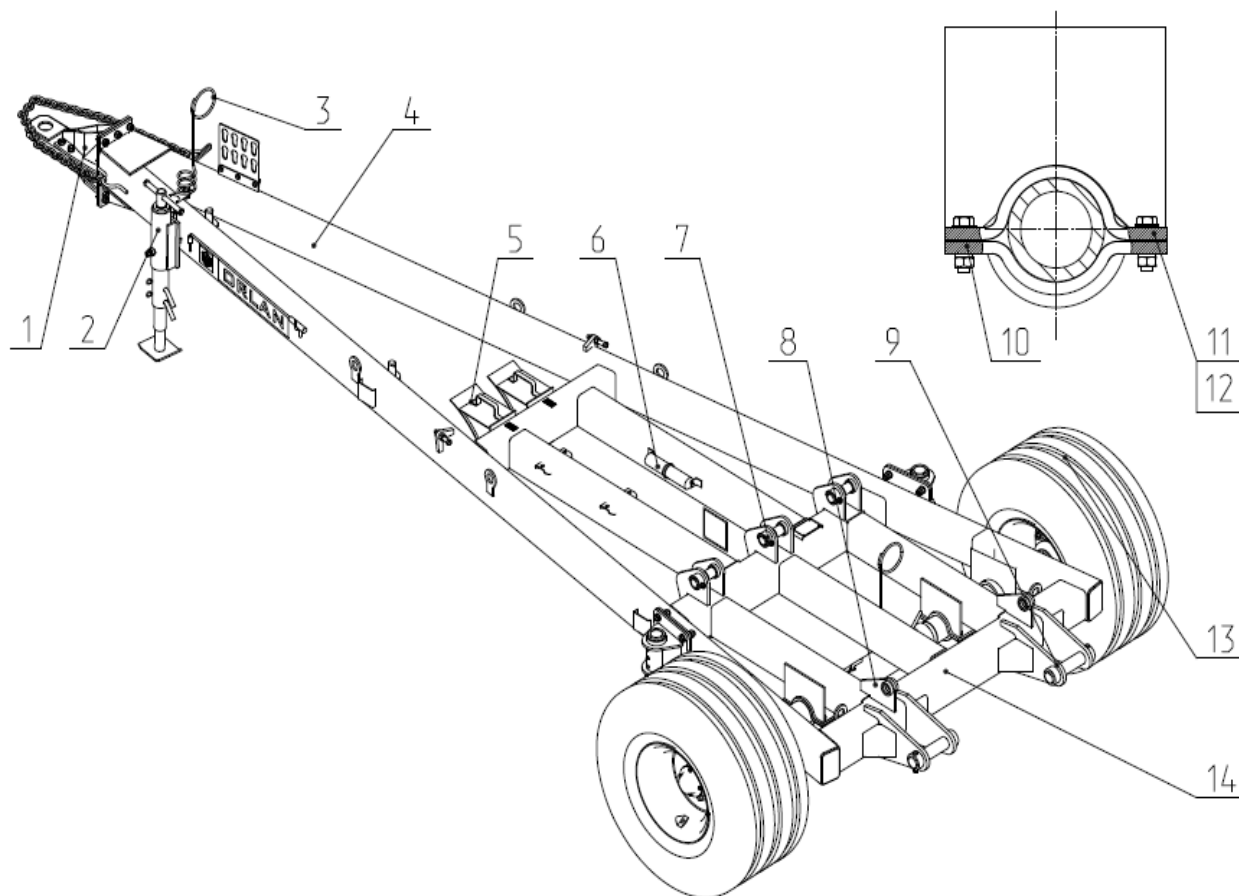
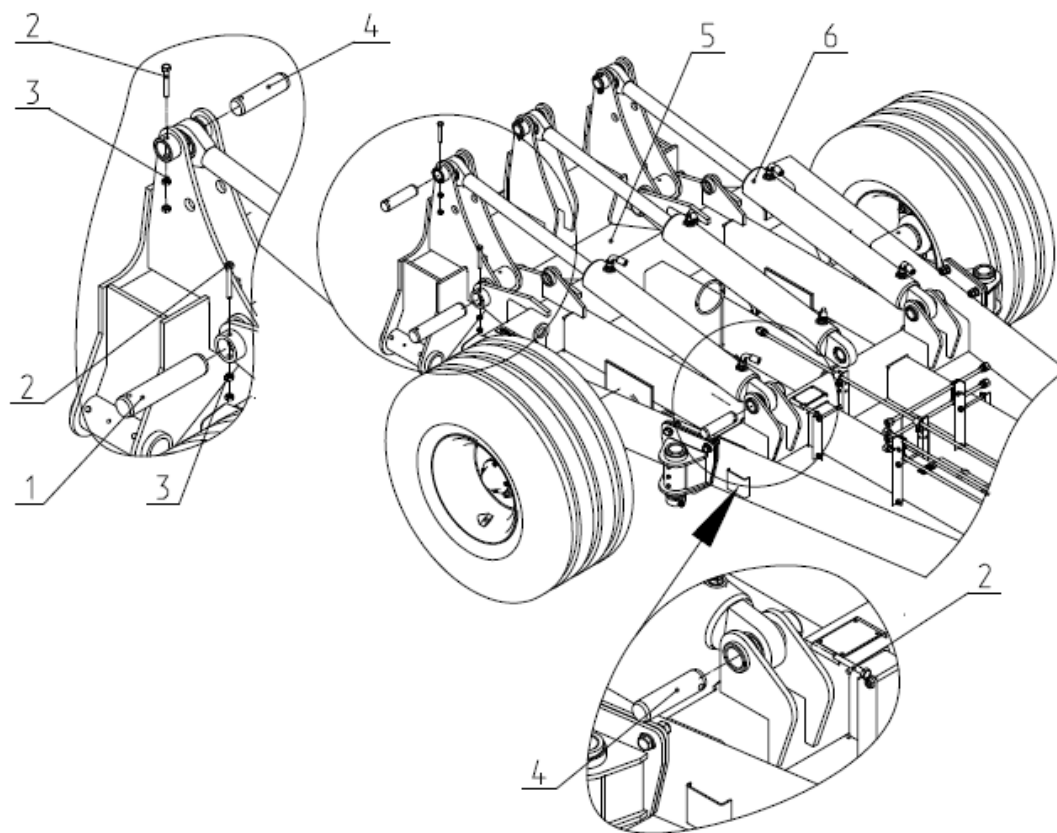

Рис.4 Сница в сборе КБП10 01.080
Рис.5 Закрепление центральной балки на шасси.
2.3 Сница в сборе (рис.4) предназначена для присоединения культиватора к трактору и состоит из цельно-сваренной самой сницы 5. К снице спереди закреплен регулируемый по высоте кронштейн 1 с прицепной серьгой. На раме сницы установлены стояночная опора 2, , противооткатные башмаки 5, пенал с документацией 6. В посадочных седлах сницы установлен колесный мост 13 и закреплен прижимами 14. На раме сницы приварены кронштейны 7 для установки гидроцилиндров. Кронштейн 8 служит для блокировки культиватора в транспортном положении. Кронштейн 9 служит для шарнирного закрепления на снице центральной балки 6 (рис.5) культиватора.